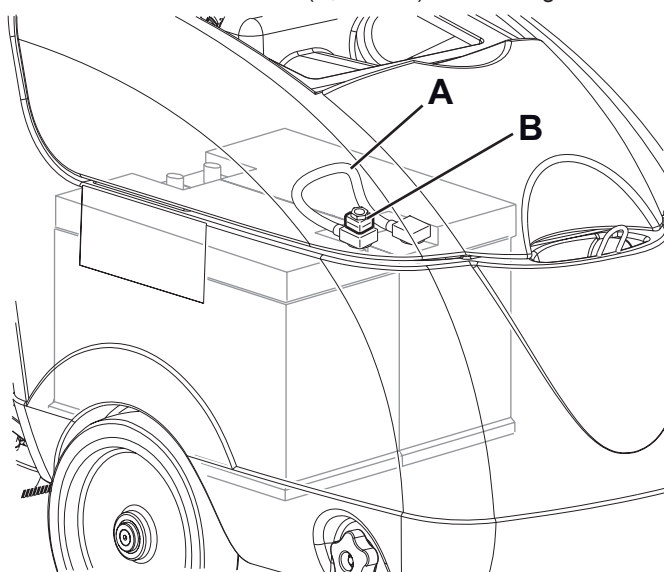

Afbeelding 10
1. Ontkoppel de stekker van de accu's (29).
2. Draai de schroeven los (A, Afb. 10) en verwijder voorzichtig de afdekking (B) van het kastje met de elektrische onderdelen.
- (C): Stripzekering F1 (40 A), motor borstel
- (D): Bladzekering F2 (30 A), aanzuigmotor.
- (E): Bladzekering F3 (5 A), magneetklep en elektronische installatie
- (F): Glaszekering F4 (20 A), loskoppelingssysteem borstel